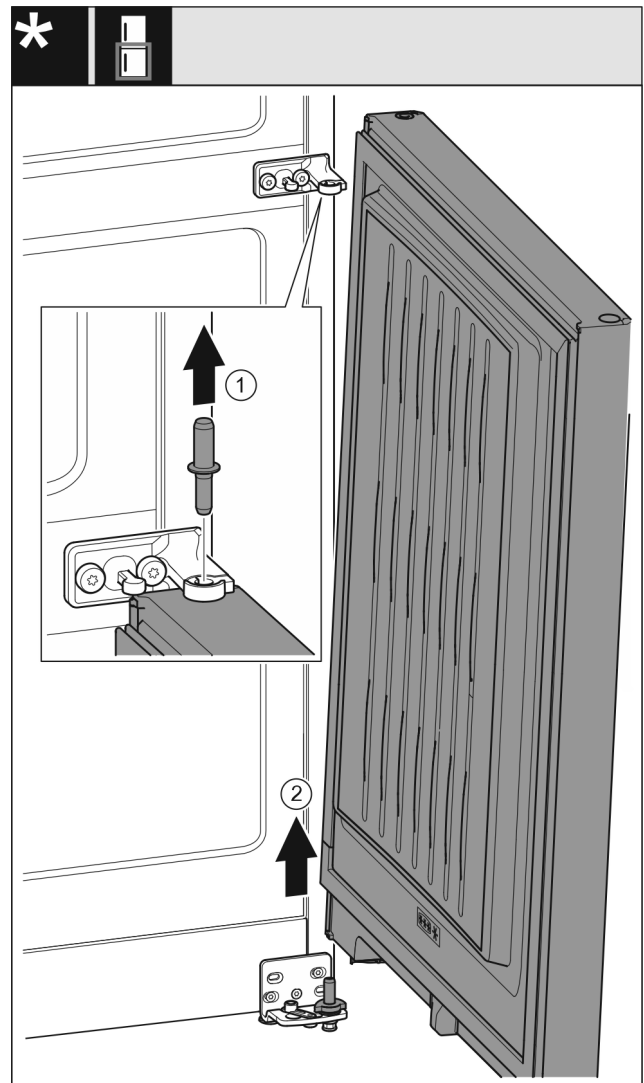

Fig. 11 Sans amortisseur de fermeture
- Retirer l'axe Fig. 11 (1) par le haut.
- Faire pivoter la porte Fig. 11 (2) vers l'extérieur, la retirer par le haut et la mettre de côté.